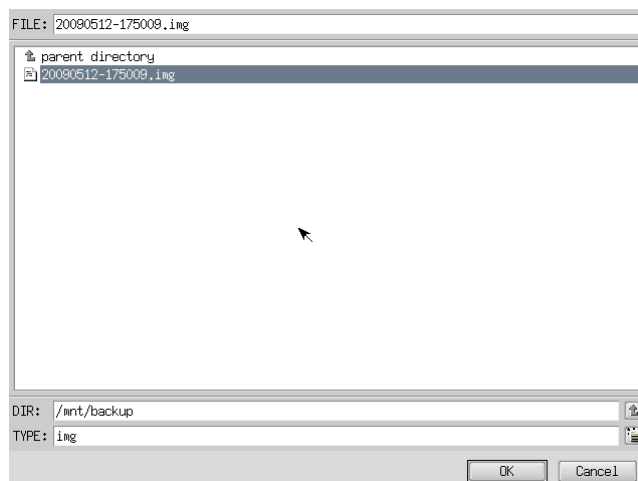

図 6-4-3. ファイル参照画面
- ⑦ ファイル参照画面（図 6-4-3）が表示されます。②で接続したメディアは、/mntにマウントされているので、/mnt以下から目的のファイルを探してください。[OK]を押すとファイル選択画面にもどります。